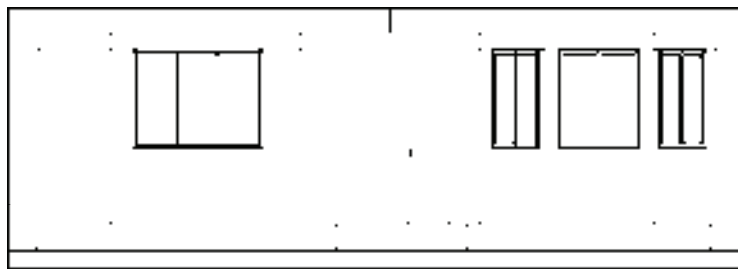

图 13-167 操作结果
1) 修剪台阶图形。调用“删除”命令,删除多余线段;调用“延伸”命令,延伸线段,结果如图 13-167 所示。